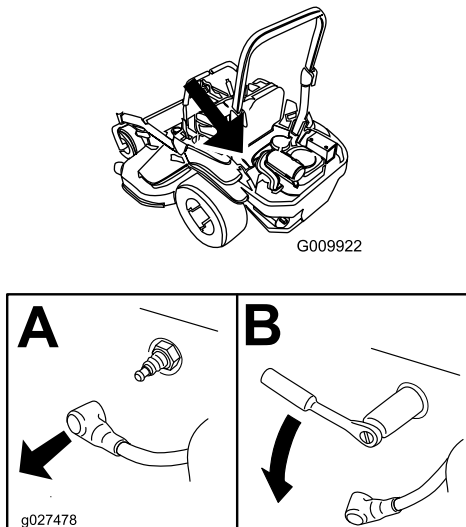

Figure 53
4. Localisez et retirez la ou les bougies comme montré à la Figure 53.